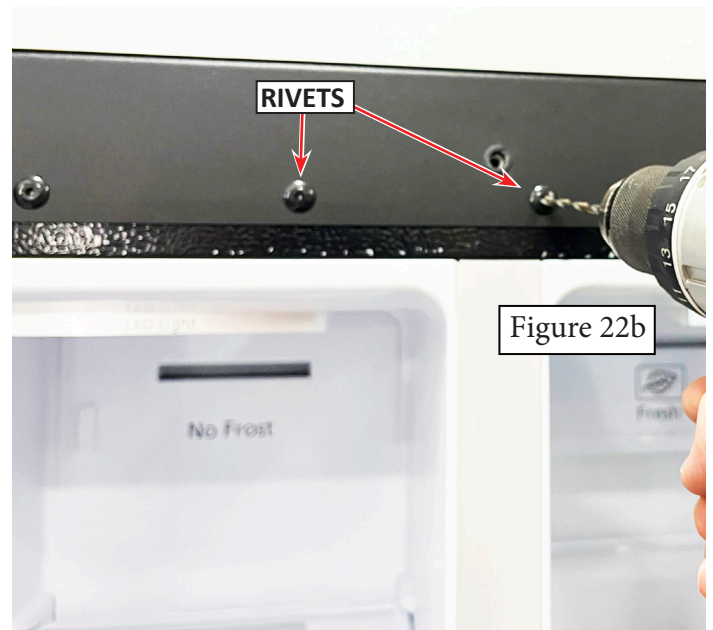

Figure 19
25. Fixez le bras de la gaine Flex-Guard à la patte à l'aide de deux (2) rivets de 3/16 po (numéro de pièce 105866) (Figure 19).